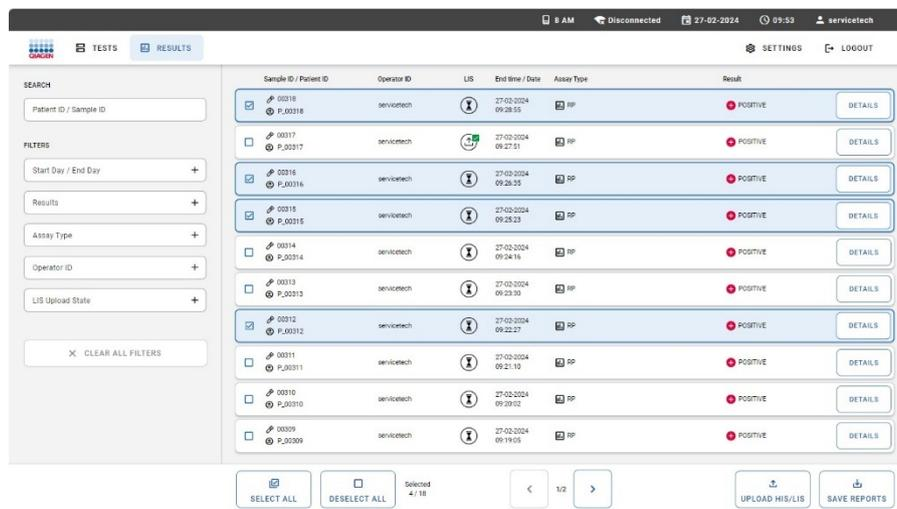

Figura 78. Selecionando múltiplos testes para carregamento manual no HIS/LIS.
2. Na visão geral dos resultados, selecione um ou vários resultados de teste tocando na caixa de seleção na primeira coluna (Figura 78).